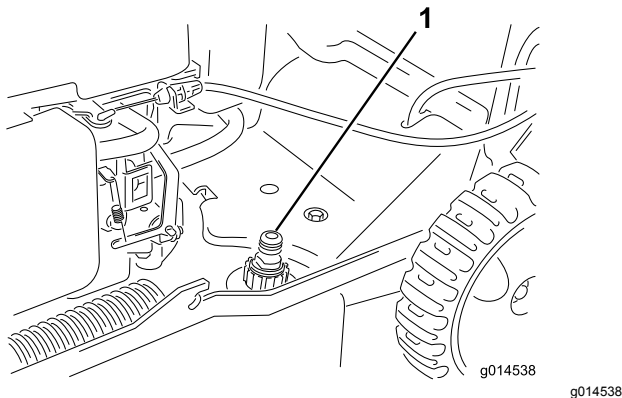

Bild 20
3. Befestigen Sie einen Gartenschlauch, der an einen Wasserhahn angeschlossen ist, am Wasseranschluss (Bild 20).